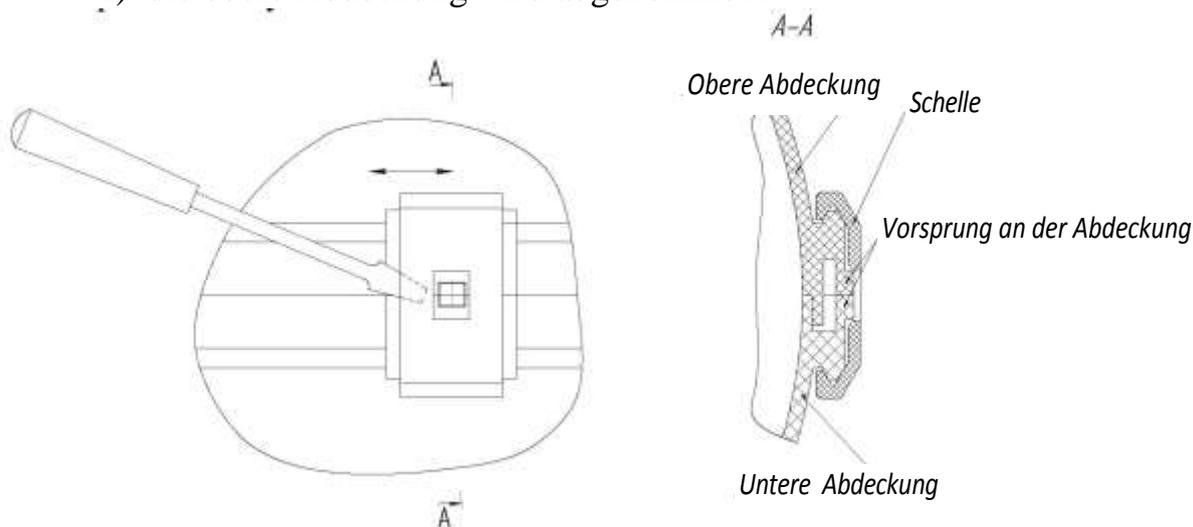

Abb. 2 – Entfernen der Schellen von der Abdeckung des Luftherhitzers
- a) Schellen lösen. Beim Lösen einer Schelle wird mit einem Schraubenzieher (mit kleiner Klingenspitze) die Schelle so angehoben, dass sie die Höhe des Vorsprungs an der Abdeckung erreicht, dann wird die Schelle auf der Abdeckung nach rechts oder links verschoben und im Ganzen entfernt (Abb. 2);